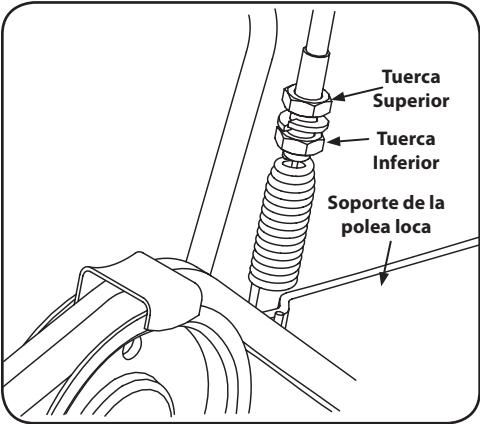

Figura 5-4
2. Localizar el muelle en el extremo del cable. Ver Figura 5-4.